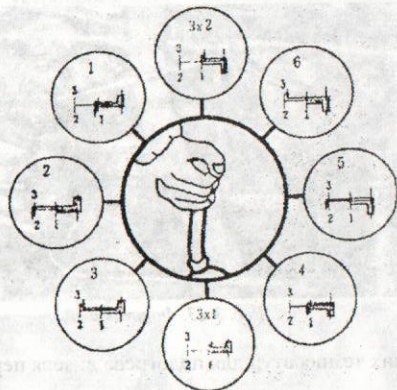

Рис. 3-15. Схема переключения передач
- плавно, без рывков, включить выбранную передачу (рис. 3-15). Если передача не включается, вернуть рычаг переключения передач в нейтральное положение, отпустить педаль сцепления, включить требуемую передачу,